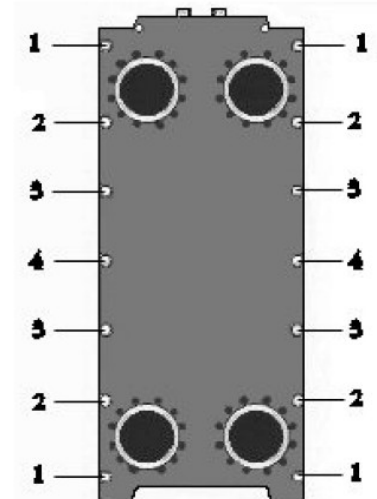

Рис. 10. Разборка теплообменника
- Поочередно затянуть болты 2 (см. рис.10)